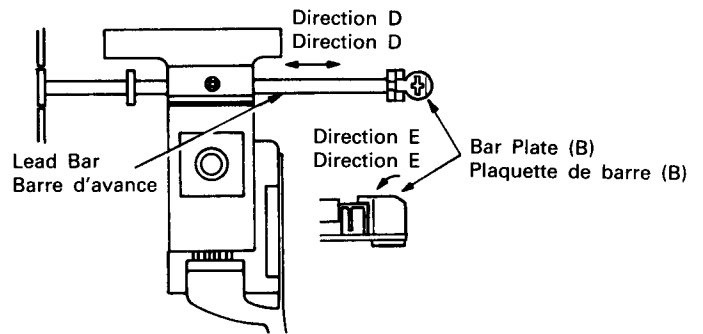

Fig. 17
If the lead bar is loose interference with the disc tracking function may result. Therefore check to make sure that the lead bar does not move in the direction indicated by D. If it is found to move, correct position of the Bar Plate (B) by bending in direction E with pliers, then reassemble. (Fig. 17)
Si la barre d'avance est lâche, cela peut affecter la lecture de piste du disque. Il faut donc vérifier que la barre ne se déplace pas dans la direction indiquée par D. Si tel est le cas, corriger la position de la plaquette de barre (B) en la courbant à l'aide de pinces dans la direction E, puis procéder au remontage (Fig. 17)